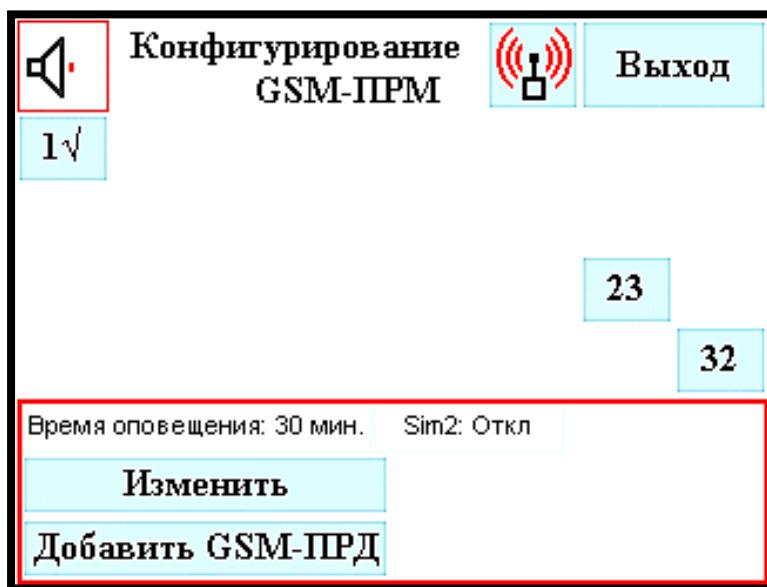

Рисунок 21 - Конфигурирование GSM-ПРМ
3.3.5 Конфигурирование GSM-ПРМ (окно конфигурирования – см. рисунок 21)